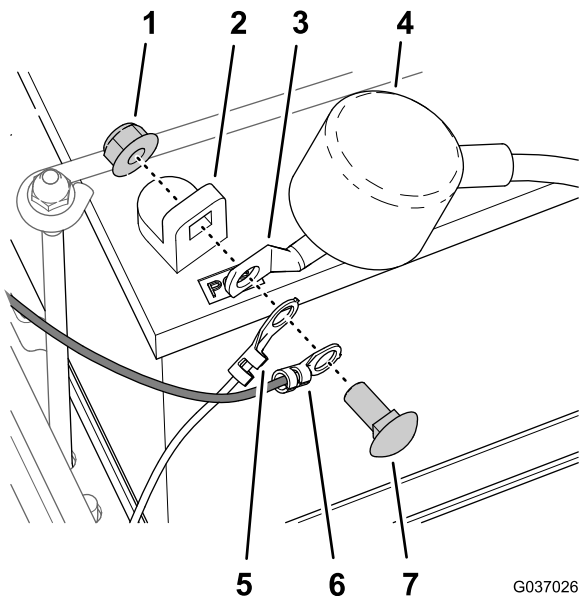

Figure 54
1. Alignez la cosse en anneau du faisceau de la machine, la cosse en anneau du faisceau du kit, la borne du câble positif de la batterie et la borne positive de la batterie (Figure 54).
- Fixez les cosses en anneau et la borne du câble de batterie à la borne sur la batterie (Figure 54) avec le boulon et l'écrou que vous avez retirés à l'opération 4 de 1 Préparation de la machine (page 4).
- Placez le capuchon isolant sur la borne positive de la batterie (Figure 54).